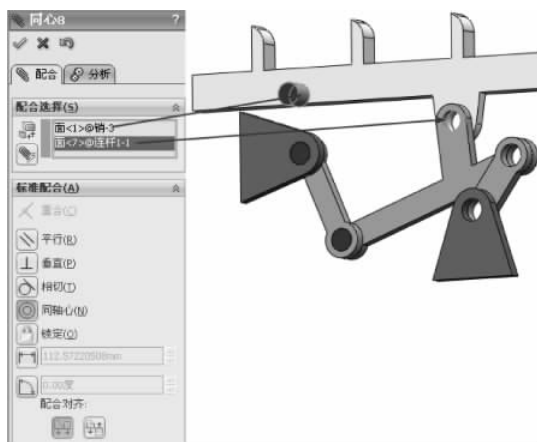

图 3-230 同轴心配合
(19) 选择【标准配合】选项组下的【同轴心】配合类型 , 在【要配合的实体】选择框  中选择如图 3-230 所示的面, 其他保持默认, 单击【确定】按钮 , 完成同轴心配合。